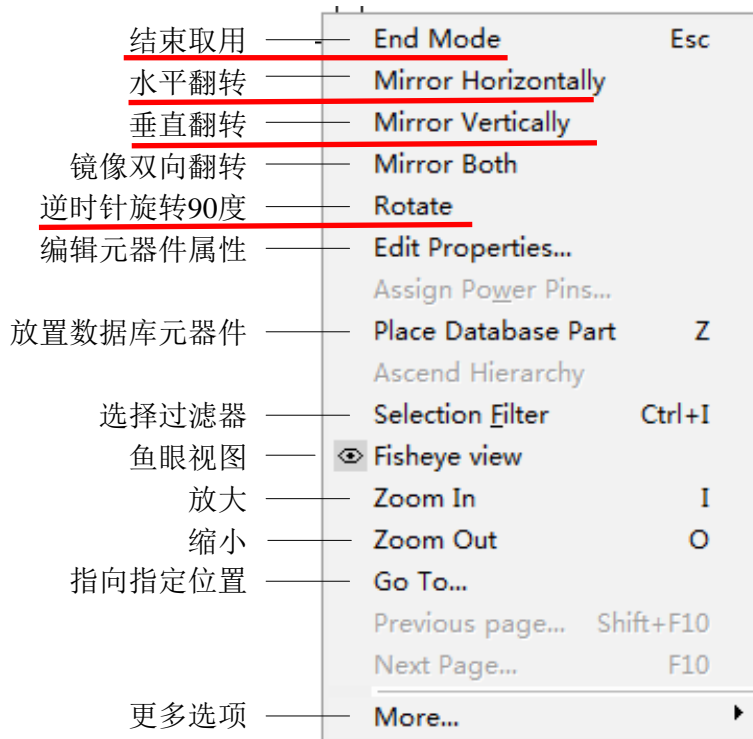

图 10 放置元器件快捷菜单
- ① 按 ESC 键。
- ② 点击绘图工具按钮 。
- ③ 点击鼠标右键，出现放置元器件快捷菜单如图 10，选择 End Mode。
在放置元件之前，还可用图 10 的快捷菜单对元件进行旋转。如果想删除某个元件，用鼠标左键点击该元件，使其处于选中状态（此时元件颜色变为粉红色，并有一虚框），按“Delete”键可删除，也可点击鼠标右键选择 Cut 或 Delete 命令删除。同理，可在 SOURCE 库中调用直流电压源 VDC，直流电流源 IDC。